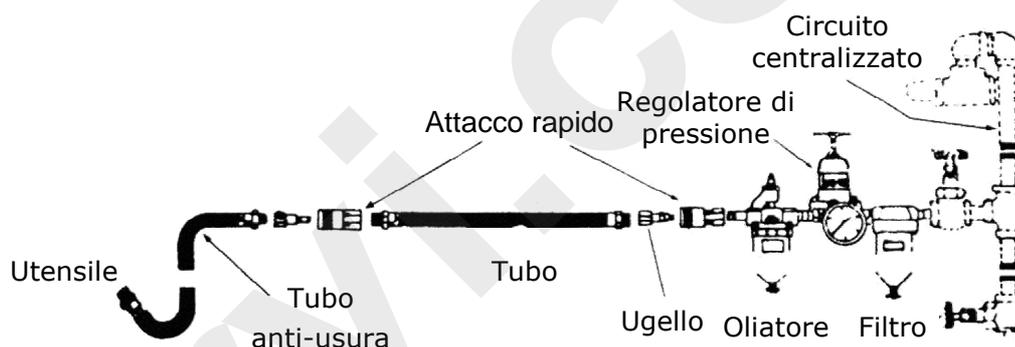

Figura 3 – Collegamento dell'alimentazione pneumatica.
6. L'utensile deve essere collegato alla sorgente di alimentazione dell'aria tramite un gruppo di condizionamento dell'aria FRL costituito da un filtro, un regolatore di pressione ed un lubrificatore, come indicato in figura 3.